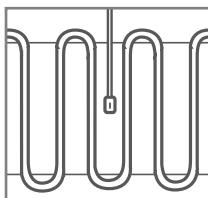
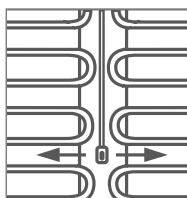
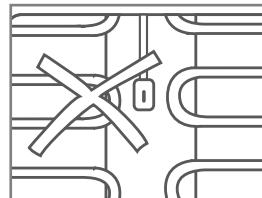

Рис. 17
Рис. 18
Рис. 19
6. Расположите нагревательный мат относительно датчика температуры пола. Проследите, чтобы датчик был расположен внутри нагревательного мата (рис. 17) или между двумя матами (рис. 18) на равном расстоянии относительно витков греющего кабеля. Не устанавливайте датчик температуры пола между витками нагревательного кабеля (рис. 19).